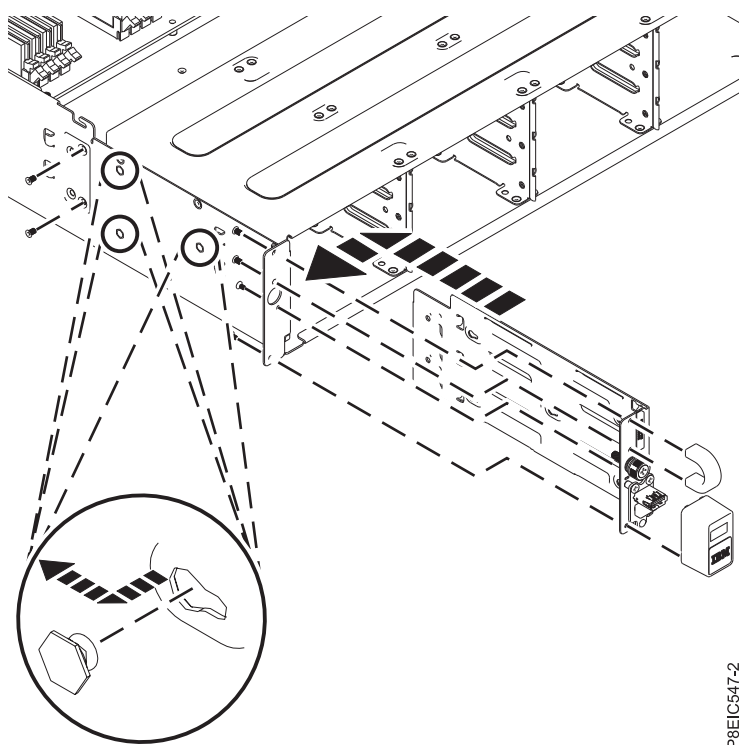

図 111. 前面 USB およびケーブルの取り替え
3. 前面 USB およびケーブルをシャーシに挿入します (図 111 を参照)。
4. USB アセンブリーをシャーシの内側にあるピンに位置合わせし、USB アセンブリーをエンクロージャの背面の方向にスライドさせて、ピンに固定します (図 111 を参照)。
5. USB アセンブリーをシャーシの側面に固定する 2 本のねじを再取り付けします (図 111 を参照)。
6. USB ベゼルとハンドルを固定する 4 本のねじを再取り付けします (図 111 を参照)。